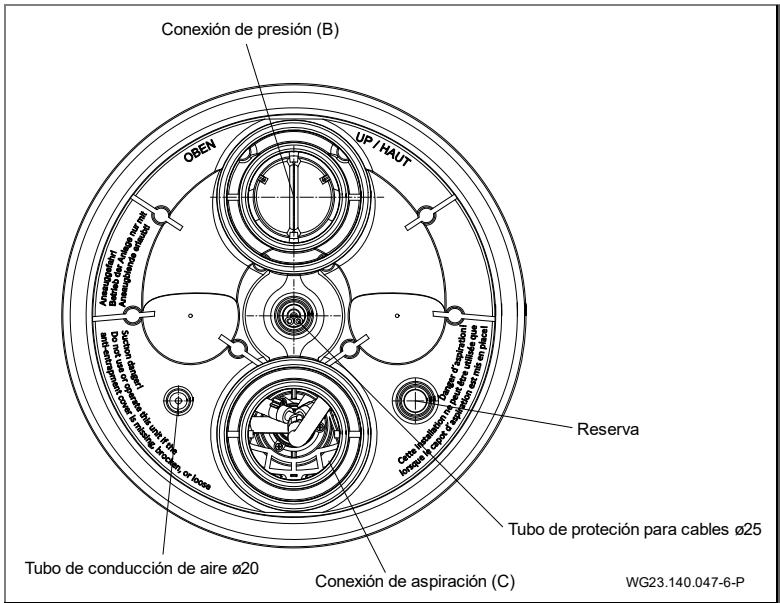

Fig. 16
1. Pegamento del tubo de protección para cables y el tubo de conducción de aire externo. (Fig. 16)